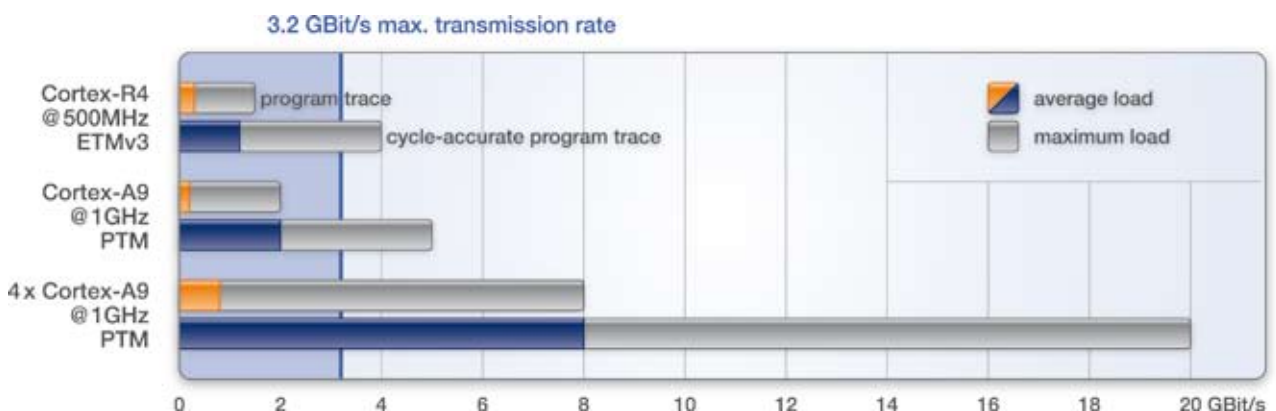

图 8：3.2G 比特/秒的传输速率通常足以支持在记录数据的同时将跟踪信息传输给主机。
2. 要准确估计所需的数据传输速率，你只需考虑跟踪端口的平均负载即可。跟踪端口的最大负载采用 PowerTrace II 跟踪，它可以看作是一个很大的 FIFO（最大 4GB）。图 8 示意了跟踪端口用于 Cortex 内核时的平均 / 最大载荷。有效负载由 Cortex 内核上运行的应用程序最终决定。